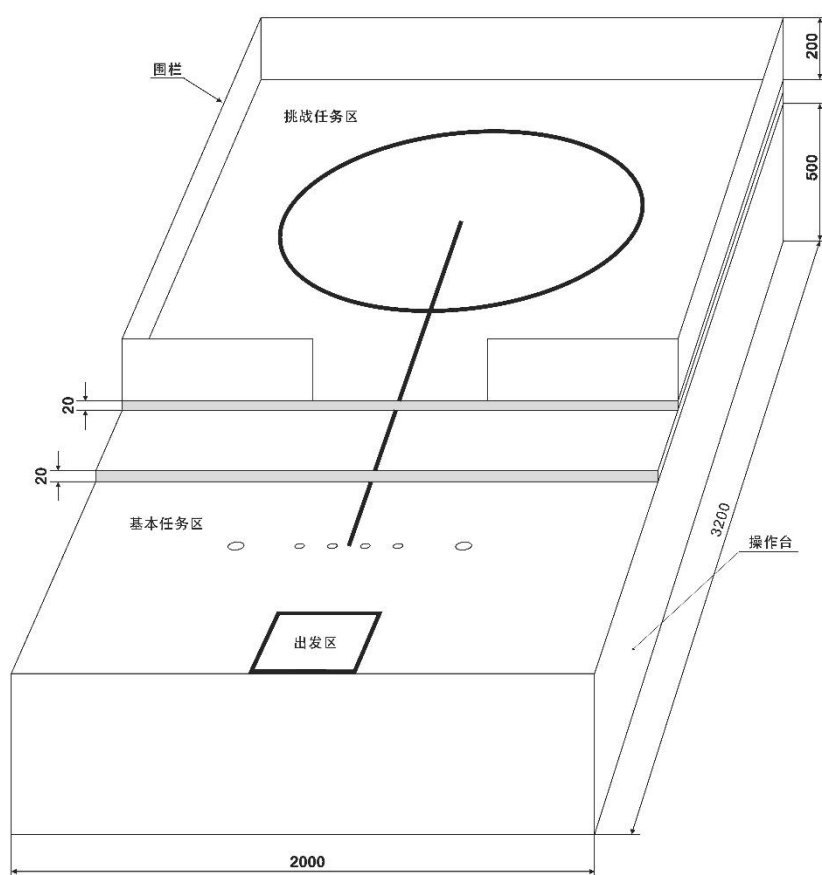

图2 场地侧视示意图
1.2 场地被布置在一个高约 $500\text{mm}$ 的操作台上，挑战任务区围栏的高度约为 $200\text{mm}$ ，如图2所示。亦可将地图直接置于平整的地面作为展示场地。
待分拣物品为若干个圆球，直径约 40mm，重量在 4g 至 10g 之间，颜色为红色（参考色值 C0 M100 Y100 K0）和绿色（参考色值 C100 M0 Y100 K0），材质为 EVA。待分拣物品被摆放在任务区（如图 2 所示），具体位置以现场公布为准。
3.2 基本任务区内放置物品收纳桶，其位置如图 2 所示，外观颜色为蓝色（参考色值 C100 M60 Y0 K0）。